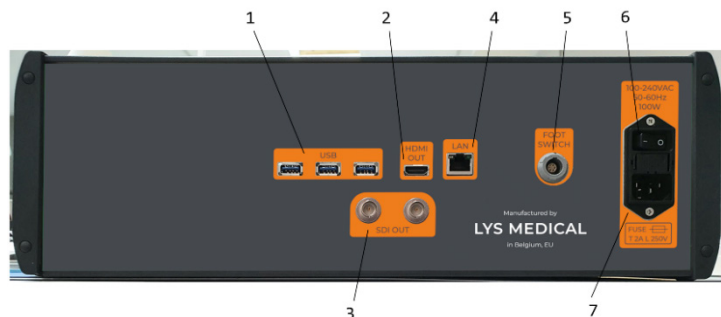
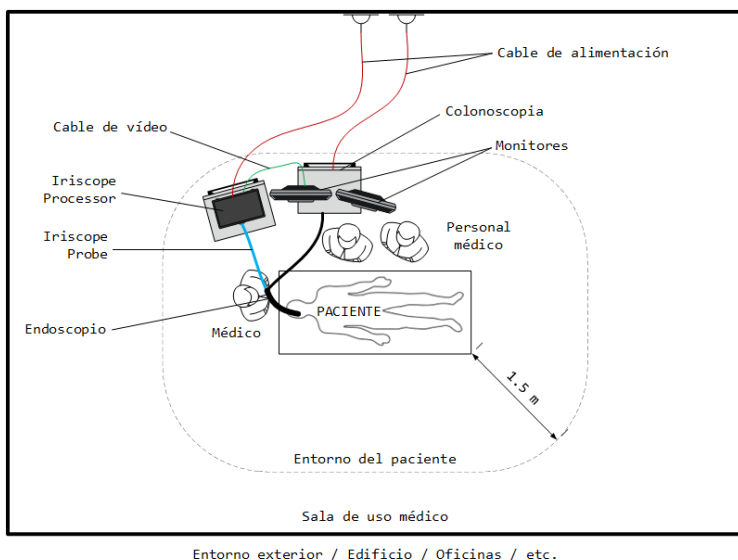

Figura 4 - Panel trasero del controlador
Figura 6 - Disposición del dispositivo en la sala de endoscopia
1. Instale el controlador en la sala de endoscopia a una distancia máxima de 1 m del paciente y cerca de la columna de endoscopia (véase Figura 6), asegurándose de que el interruptor ON/OFF y el cable de alimentación (véase punto 6 y 7 de Figura 4) estén siempre accesibles para desconectar el controlador.
3. Conecte los diferentes cables al controlador (véase Figura 4 para identificar la ubicación de los diferentes puertos):